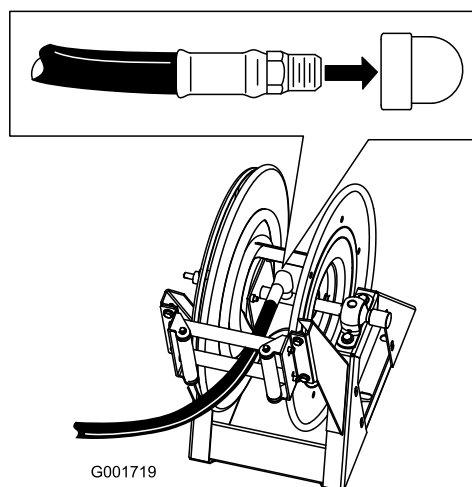

Figura 14
1. Avvolgete del nastro di Teflon attorno ai filetti del raccordo sul flessibile lungo, e montate il raccordo nel tubo di connessione sull'avvolgitubo (Figura 14).